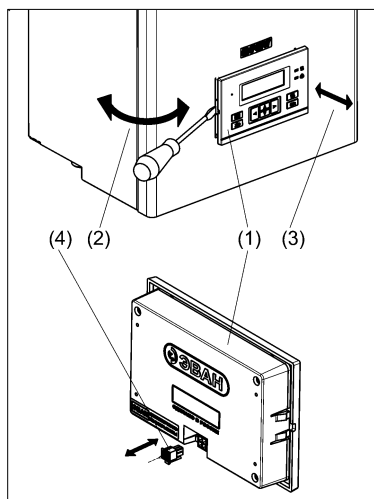
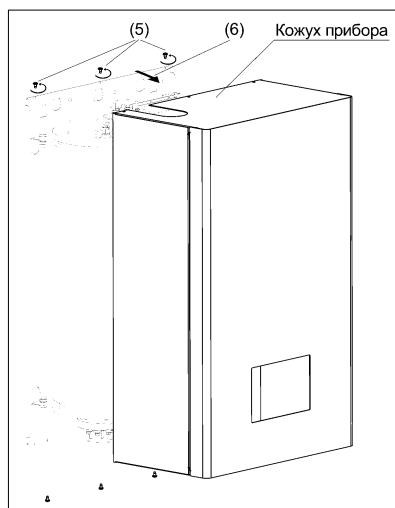

Рисунок 6. Снятие блока управления
Рисунок 7. Снятие кожуха котла
(1) Аккуратно подденьте плоской отвёрткой место примыкания блока управления и лицевой панели (см. рис. 6).
(2) Выдвиньте блок управления на себя.
(3) Отсоедините кабель с разъёмом от блока управления (кабель подсоединён с тыльной стороны блока управления).
(4) Уберите блок управления в сторону в безопасное место.
(5) Открутите отвёрткой три самореза с верхнего и три самореза с нижнего торца кожуха котла (см. рис. 7).
(6) Снимите кожух котла.
6.2.3 Подключение котла к электрической сети осуществляется только через внешний автоматический выключатель QF (см. рис. 7) с номинальным током (In) указанным в таблице 2.